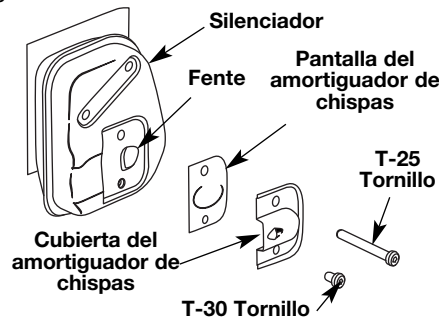

Fig. 39
- Con un destornillador plano de la lámina o un pedacito torx T-20 y un pedacito T-25, quite los tornillos que unen el desviador de los pararrayos de la chispa al silenciador (Fig. 39).